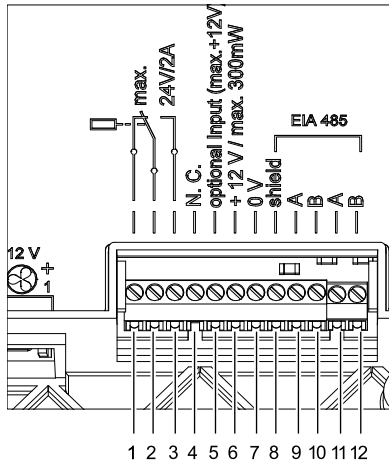

Abb. 13 Anordnung der Klemmleistenanschlüsse
- (1) Klemmleiste (siehe Abb. 13)
- (2) Schraubanschluss für PLATINUM-Netzwerk (EIA 485)
- (3) Netzwerkanschlüsse für PLATINUM-Netzwerk (EIA 485)
- (4) Schema zum Anschluss des Terminierungswiderstands
- (5) PC-Schnittstelle nach EIA232 (ausschließlich für Service-Zwecke)